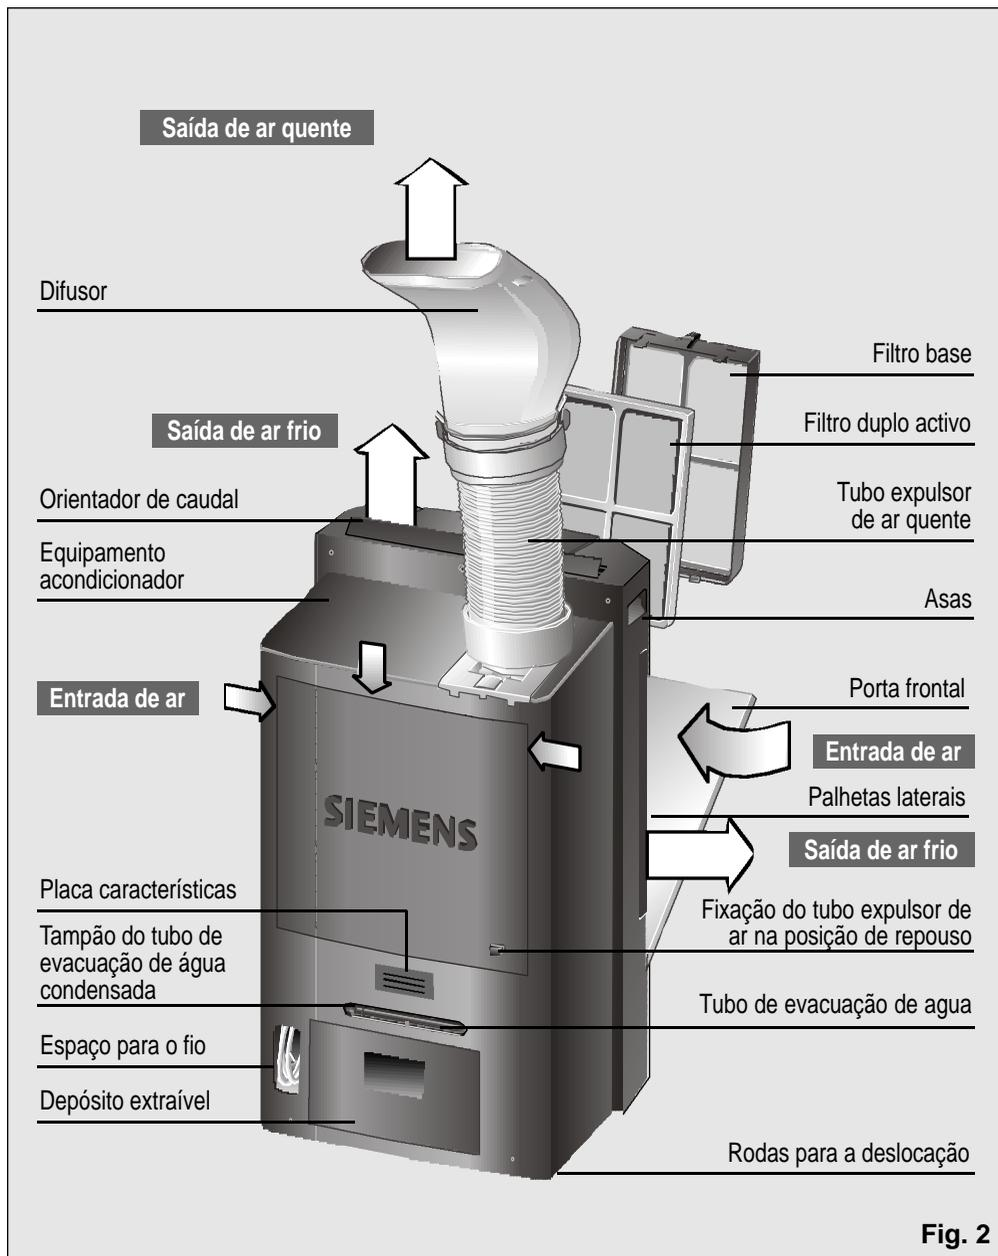

Fig. 2
Para ello, al comunicar la avería, indique el modelo (**E-NR**) y el nº de fabricación (**FD**) de su equipo, que podrá tomar de la placa de características, **Fig. 2**.
- O fio de ligação à rede eléctrica dispõe de um alojamento na parte traseira do equipamento. Ver **Fig. 2**.